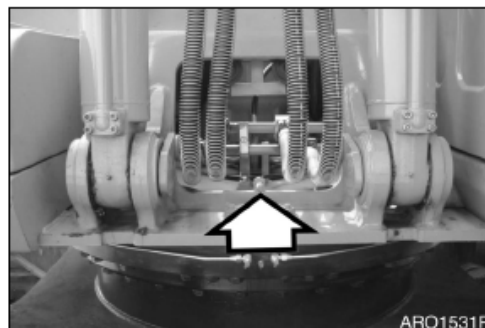

Figura 68
3. Presione el eyector de grasa y engrase con la pistola el punto marcado. (Figura 68)